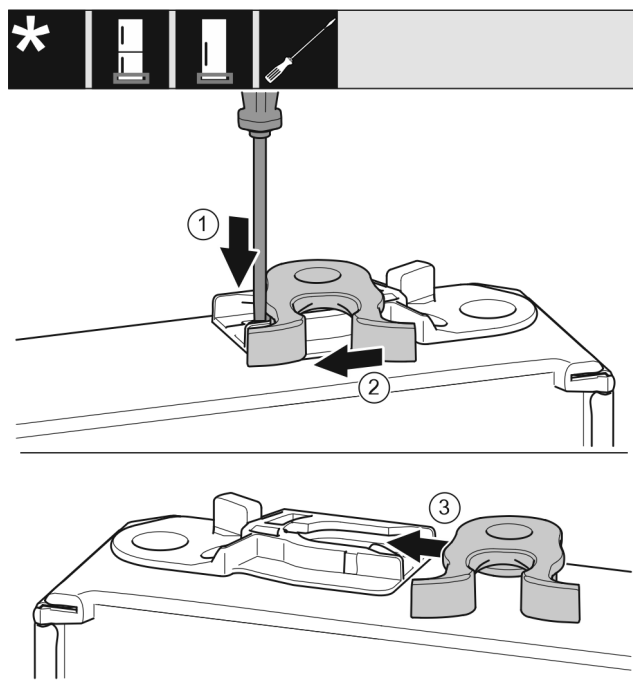

Fig. 23 \*
- Plochým šroubovákem přitlačte lamelu Fig. 23 (1) dolů.\*
- Vytáhněte petlici Fig. 23 (2) z vedení.\*
- Petlici Fig. 23 (3) zasuňte do vedení na druhé straně.\*